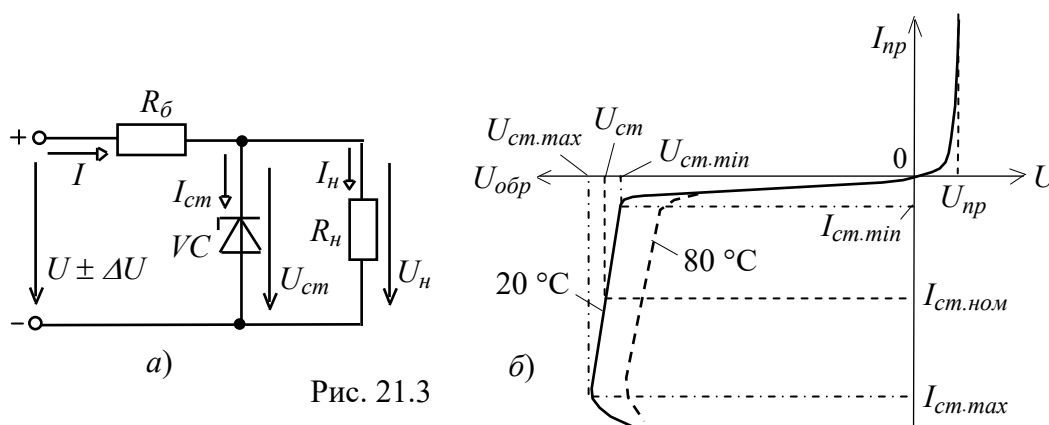

Рис. 21.3
*Стабилитрон* – это сильно легированный кремниевый диод, на котором напряжение сохраняется с определённой точностью при изменении протекающего через него тока в заданном диапазоне. Стабилитроны в основном используют в параметрических стабилизаторах напряжения (рис. 21.3, а), в которых максимальное напряжение на нагрузке  $U_n$  ограничено некоторой заданной величиной.
соответствующий области обратного электрического пробоя  $p-n$ -перехода (рис. 21.3, б) и ограниченный минимальным  $I_{ст.min}$  и максимальным  $I_{ст.max}$  значениями тока.
изменяется в основном напряжение  $\pm U_{б} = R_{б}I$  на балластном резисторе  $R_{б}$ , где входной ток  $I = I_{ст} + I_{н}$  (см. рис. 21.3, а).
При прямом включении стабилитрон  $VS$  может рассматриваться как обычный диод, однако в связи с повышенной концентрацией примесей напряжение  $U_{np} \approx 0,3 \dots 0,4$  В мало изменяется при значительных изменениях прямого тока  $I_{np}$  (см. рис. 21.3, б). Прибор, в котором используется прямая ветвь в схемах стабилизации напряжения, называют *стабистором*.